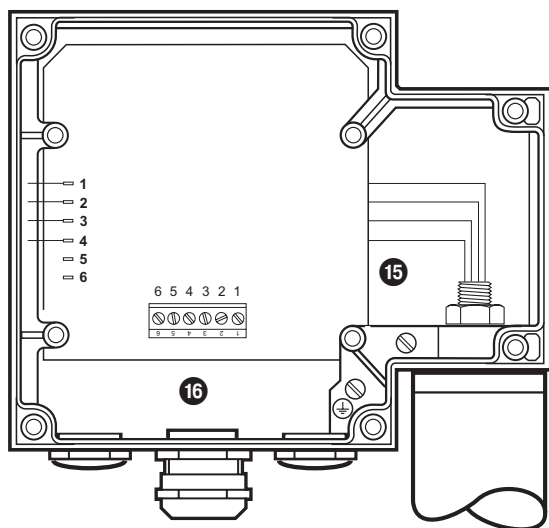

图 14
2. 从插接片上拔下电缆接线柱。图 14
3. 用 19 号开口扳手松开螺母 ⑮。切勿旋松！图 14
6. 将螺母 ⑮ 以 **25 Nm** 拧紧。